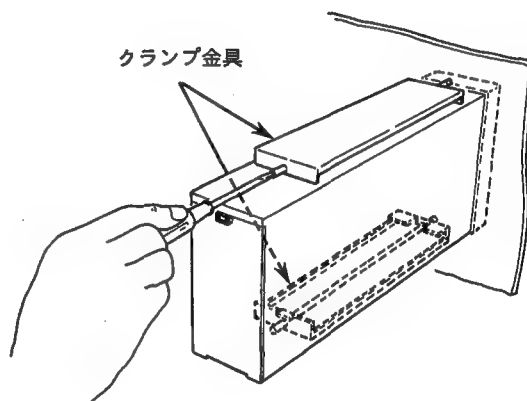

図3.2 クランプ金具の取り付け
- ③ クランプ金具を本体に取り付け、ネジをパネル背面に締め付けます(図3.2参照)。下側も同様に行います。